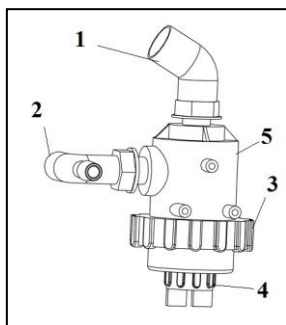

Рис.9 Всасывающий фильтр.
4.4 Всасывающий фильтр (рис.9) монтируется между главным резервуаром и насосом. Его задачей является очистка рабочей жидкости от механических загрязнений перед их попаданием в клапан управления. Он состоит из полиэтиленового корпуса с выходным и входным патрубками, фильтрующего элемента, крышки с всасывающим отверстием, которое во время работы закрыто фиксатором. Фиксатор, оснащенный уплотнительным кольцом, вводится в фиксационные пазы крышки фильтра и поворачивается против часовой стрелки до упора о выступы в крышке, где за счет необходимых впадин происходит его запирание. При этом упор фиксатора толкает шток клапана и открывает рабочее входное отверстие, через которое из бака поступает рабочий раствор.